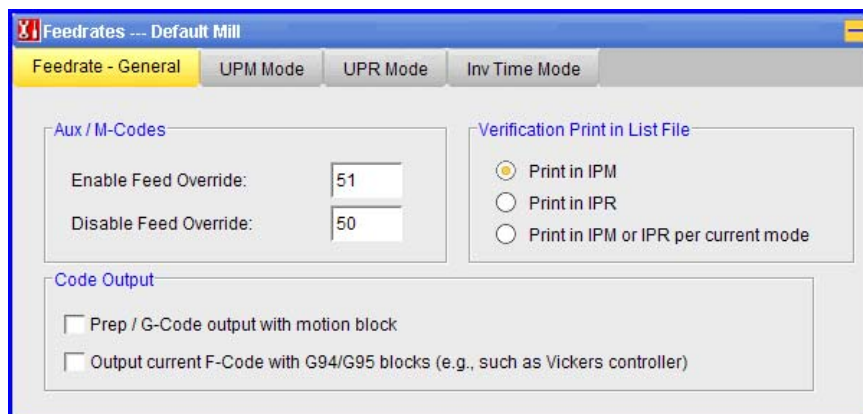

图 9.2.28 “Feedrates”对话框
- **Feedrates** : 进给速度。单击此按钮，其页面显示如图 9.2.28 所示。